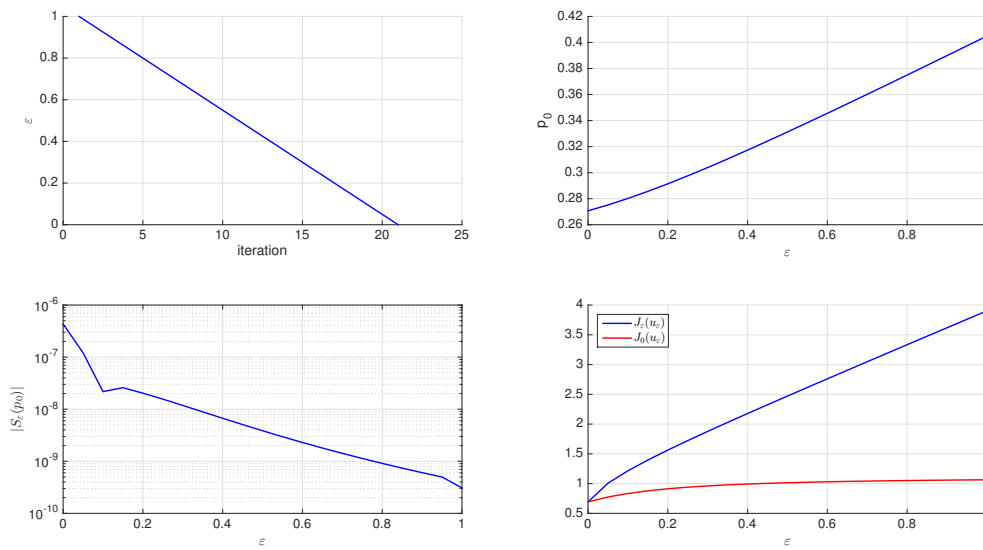

FIGURE 3.1 – Figure 1 après exécution du fichier `sujet3_continuation/main.m`.
On considère le problème de contrôle optimal ( $P_{4\varepsilon}$ ). L'objectif est de retrouver les résultats des figures 3.1 et 3.2 et de déterminer la structure de la solution lorsque  $\varepsilon \rightarrow 0$ .
4. Retrouver comme solution  $p_0 \approx 0.270671$ ,  $t_1 \approx 1.30685$  et  $z_1 = (0, 1)$  et vérifier que la valeur du critère est bien la valeur limite donnée par la figure 3.1.